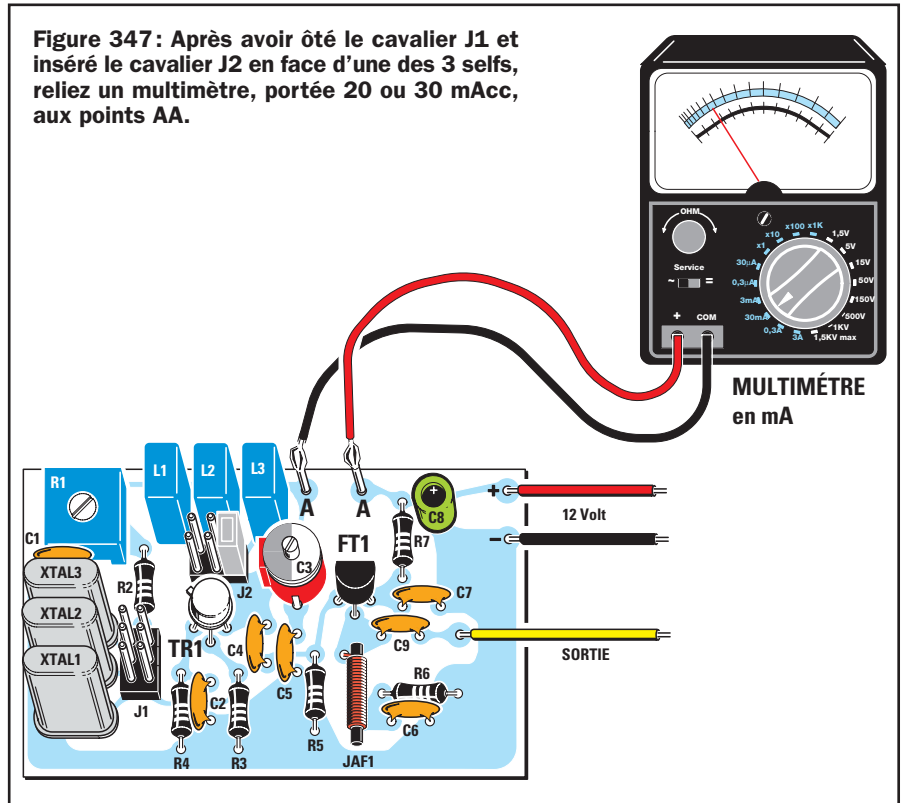

Figure 347 : Après avoir ôté le cavalier J1 et inséré le cavalier J2 en face d'une des 3 selfs, reliez un multimètre, portée 20 ou 30 mAcc, aux points AA.
**4°** - Branchez un multimètre, sur la portée 20 ou 30 mA fond d'échelle, sur les deux points de test AA, comme le montre la figure 347.